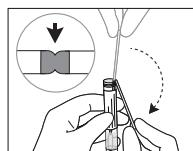

Abb. 2a
4. Biegen Sie den Schaft des Tupfers in einem Winkel von 180 Grad, brechen Sie ihn an der Sollbruchstelle ab wobei Sie das Röhrchen vom Gesicht fernhalten. Falls erforderlich, drehen Sie den Tupferschaft vorsichtig, um den Bruch abzuschließen, und entsorgen den oberen Teil des Tupferschafts (Abb. 2a e 2b). Wenn der verwendete Tupfer keine Sollbruchstelle aufweist, schneiden Sie den überschüssigen Teil des Schafes ab.